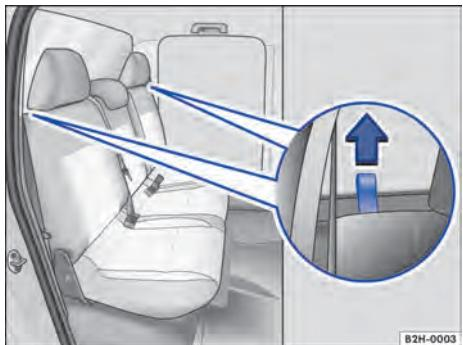

Fig. 47 Banco traseiro: alça para destravar o encosto do banco.
- Puxar as alças → Fig. 47 em ambos os lados do encosto do banco na direção da seta e, ao mesmo tempo, rebater o encosto para frente.
Para facilitar o destravamento, podem ser utilizados os cabos do assento → Fig. 49. Para isso, puxar o laço → Fig. 47 e, a seguir, prender a cinta de fixação no laço. Ao destravar o segundo laço, cuidar para que o banco traseiro não rebata para frente.